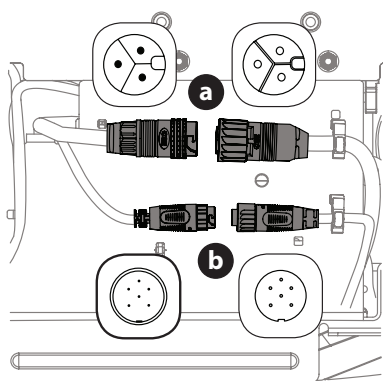

Figura 21
3. Desconecte el motor de la plataforma de los adaptadores que se encuentran en la parte inferior del tractor. Gire los conectores 1/4 de vuelta en sentido contrario a las agujas del reloj y tire hacia abajo (Figura 21).